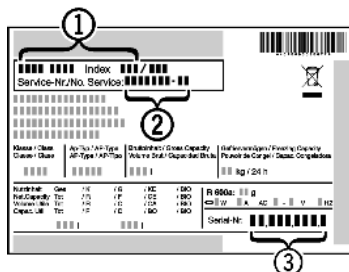

Fig. 14
- ▶ Leggere la denominazione dell'apparecchio Fig. 14 (1), il n° assistenza Fig. 14 (2) e il n° di serie Fig. 14 (3) sulla targhetta identificativa. La targhetta identificativa è situata all'interno dell'apparecchio, sul lato sinistro.
- ▶ Informare il servizio di assistenza e comunicare il difetto, la denominazione dell'apparecchio Fig. 14 (1), il n° assistenza Fig. 14 (2) e il n° di serie Fig. 14 (3).